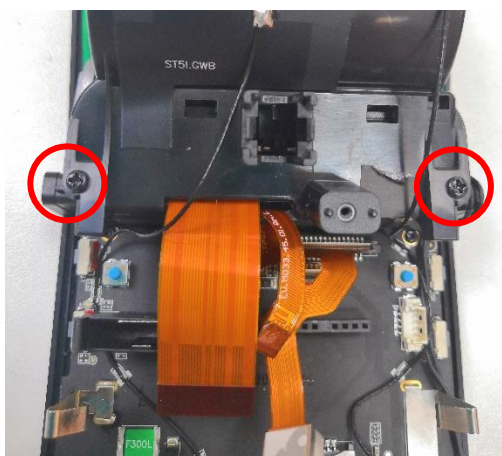

Рисунок 24. Саморезы, фиксирующие основание принтера и корпус верхний.
10. Установить основание принтера в корпус верхний на специальные стойки, убедиться, что жгут антенны NFC нигде не пережат и не мешает установке основания принтера. Зафиксировать сборку двумя саморезами (**Рисунок 24**).